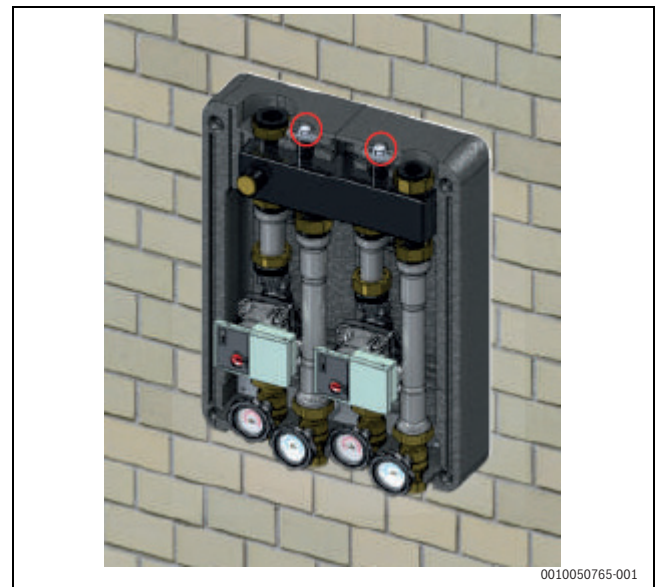

Fig. 319 Avvitare le viti a testa esagonale
5. Fissare il modulo alla parete utilizzando i supporti a parete installati in precedenza (→ Fig. 318). Avvitare le viti a testa esagonale (→ Fig. 319).